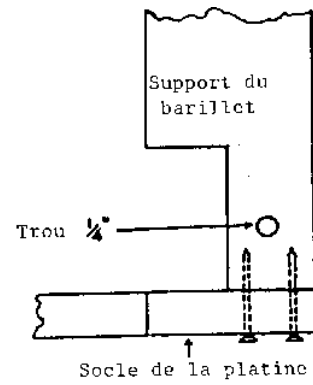

FIG. 13
28. Clouez la platine au support du barillet (voir fig.13).